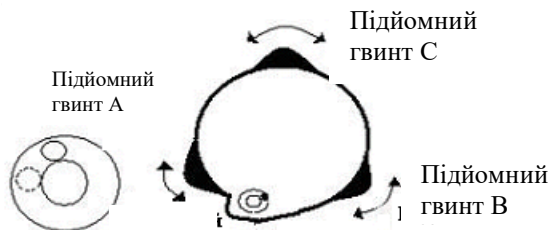

Рисунок 6.3 – Грубе горизонтування
- за допомогою підйомних гвинтів А та В приведіть пузирчик круглого рівня перпендикулярно лінії, що з'єднує підйомні гвинти (рис. 6.3);